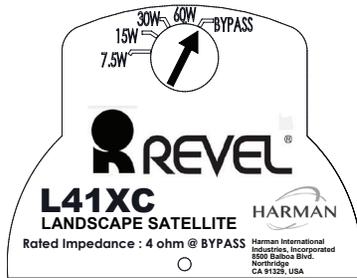

Figura 20
- Utiliza un destornillador de cabeza plana para cambiar la derivación del transformador a BYPASS tal como se muestra en la Figura 20.